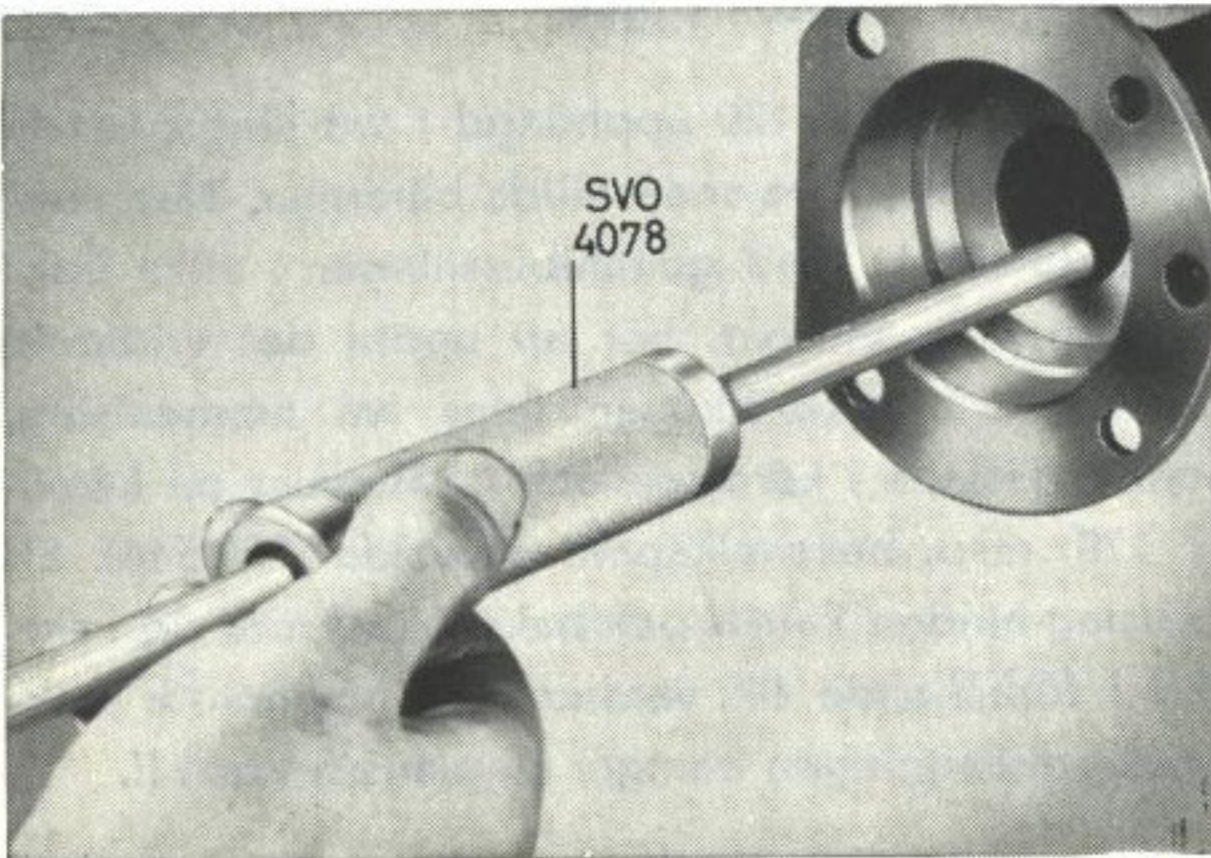

Bild 3. Demont. av fättningsring.
3. Drag ut tättningsringen med hjälp av SVO 4078, bild 3.